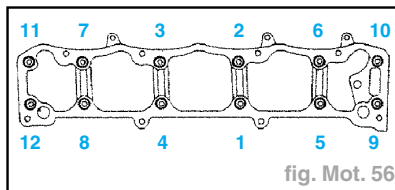

fig. Mot. 56
- Approcher puis serrer progressivement les vis de fixation dans l'ordre indiqué de **1 à 12** (fig. Mot. 56).